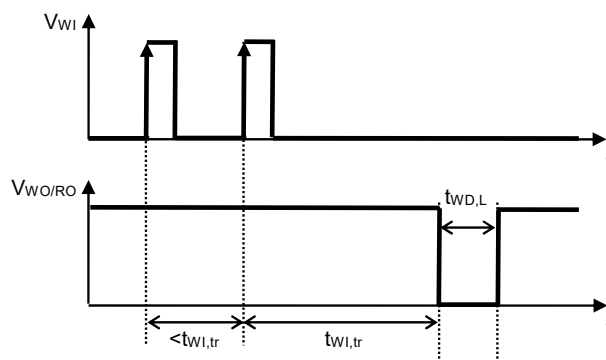

図8 ウォッチドッグトリガ時間
- *1. ウォッチドッグタイマがタイムアウトを検出した後、WO / RO端子が "L" を継続する時間 (図8参照)。この値は C_{DLY} で変更可能です。
- *2. ウォッチドッグタイマがトリガ信号の検出を開始してから、タイムアウトが検出されWO / RO端子出力が "L" に変化するまでの時間 (図8参照)。この値は C_{DLY} で変更可能です。